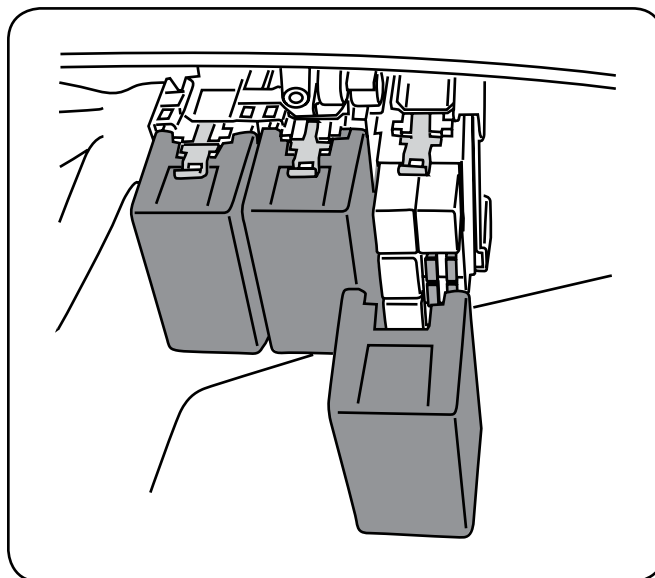

Figura 6-2
2. Quite la cubierta del fusible. Consulte Figura 6-2.